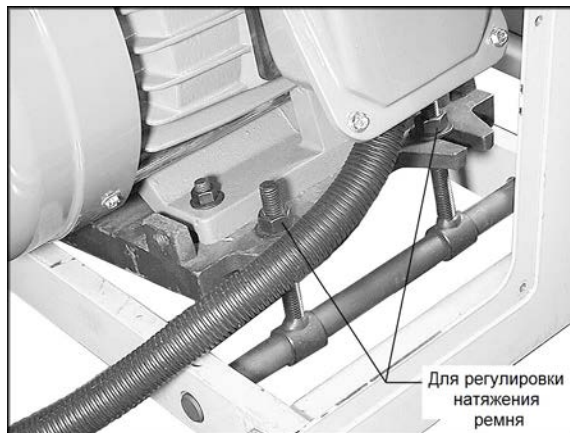

Рис. 5
2. Снимите нижнюю заднюю панель и используйте четыре гайки на основании двигателя, чтобы отрегулировать натяжение ремня. См. Рисунок 5. Отрегулируйте положение плиты двигателя таким образом, чтобы было достигнуто правильное натяжение ремня. Чтобы опустить плиту двигателя, ослабьте нижние гайки и затяните верхние гайки. Чтобы поднять плиту двигателя, сделайте обратное.